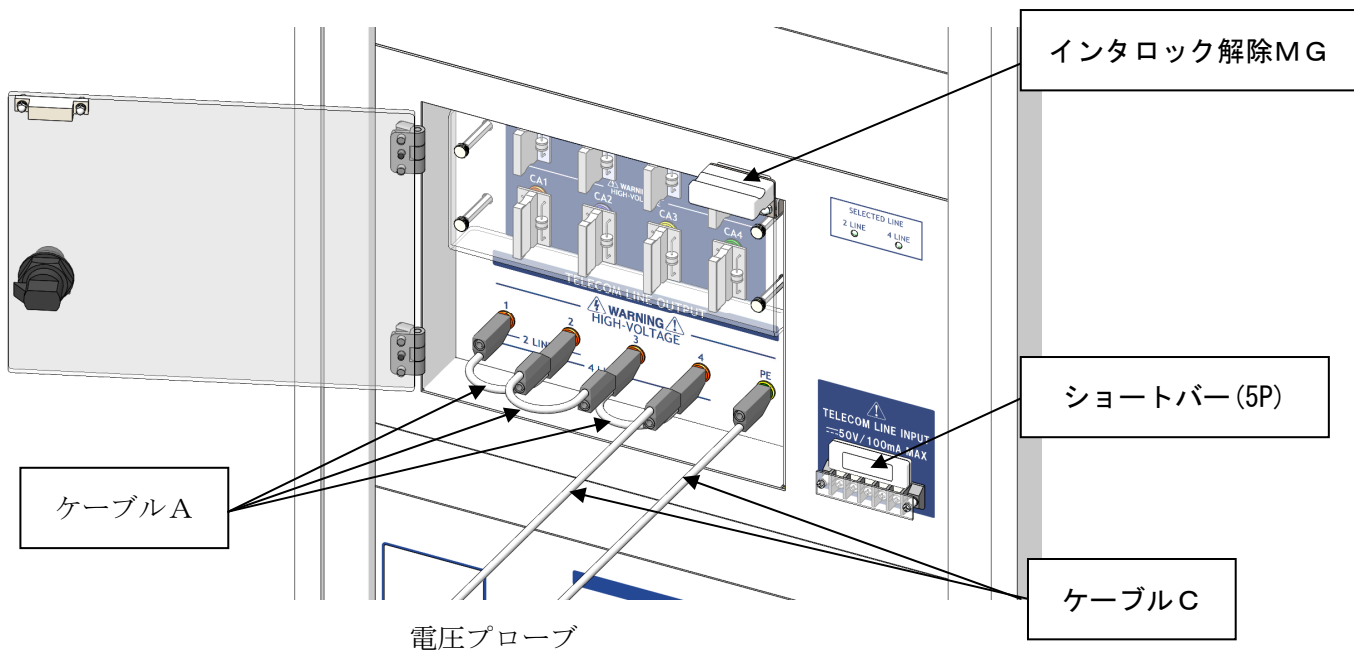
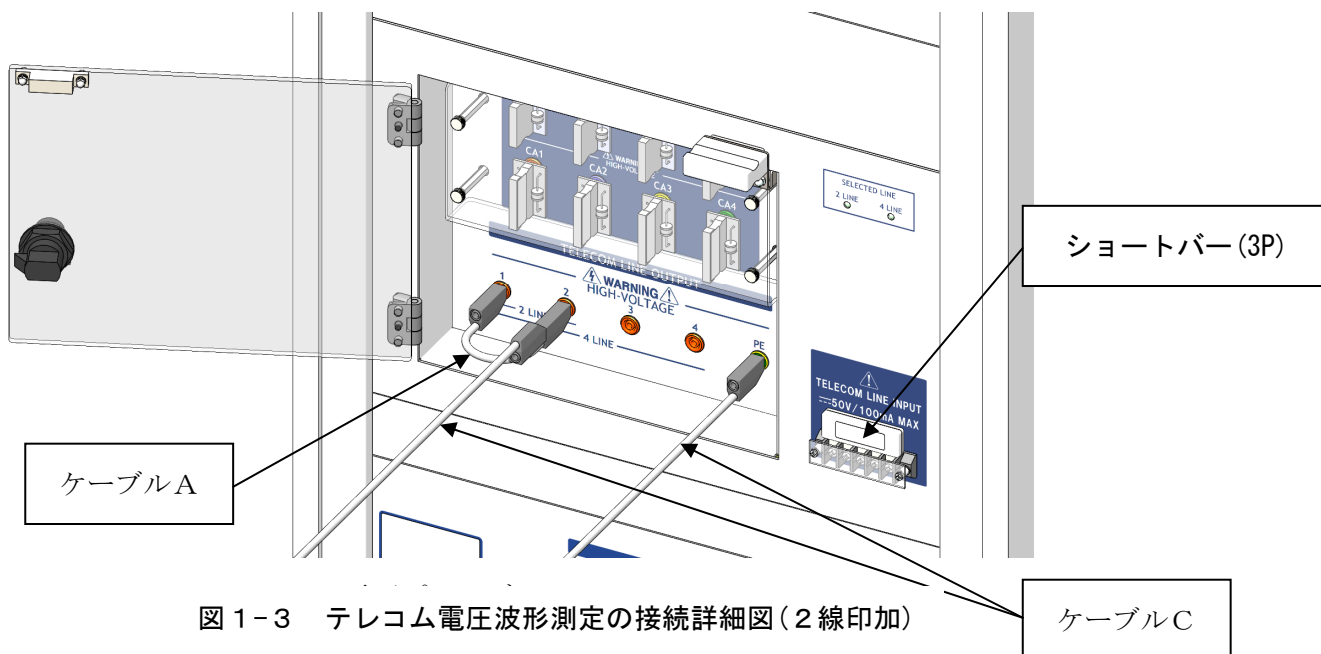

図 1-2 テレコム電圧波形測定の設定詳細図 (4 線印加)
図 1-3 テレコム電圧波形測定の接続詳細図(2線印加)
- ④図 1-2 または図 1-3 を参照してケーブル・ショートバー・インタロック解除 MG を接続します。
- ⑤ケーブル C の先端の圧着端子に、高電圧プローブを接続します。
- ⑥LSS-F03 からサージ波形を発生させ、オシロスコープで観測します。
- ④ 図 1-2 または図 1-3 を参照してケーブル・ショートバー・インタロック解除 MG を接続します。
- ⑤ ケーブル C の先端の圧着端子に、高電圧プローブを接続します。
- ⑥ LSS-F03 からサージ波形を発生させ、オシロスコープで観測します。